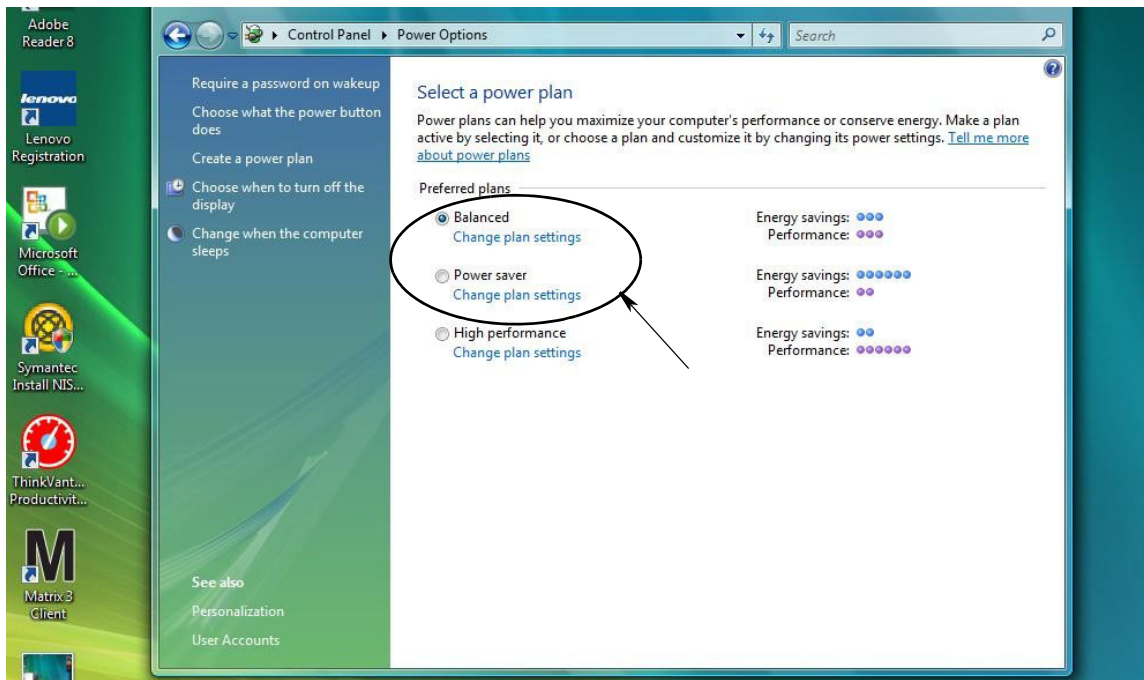

FIG. 18
3. Seleccione los planes de energía "Equilibrado" o "Economizador" y después haga clic en el vínculo Cambiar ajustes de plan para ver las opciones de hibernación (FIG. 18).